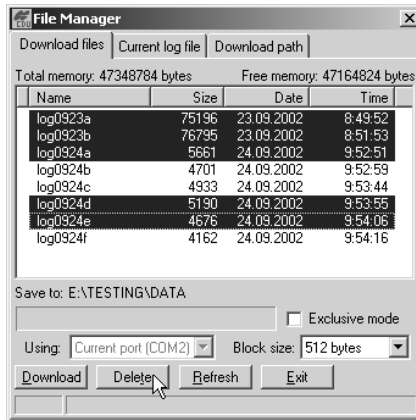

Figura 4-10. Eliminar Archivos
3. En la pestaña **Download files** (Descargar archivos) o en la pestaña **Current log files** (Archivos de registro actuales), seleccione el(los) archivo(s) que desee eliminar (Figura 4-10 en la página 4-15).
- Haga clic en **Delete** (Figura 4-10).